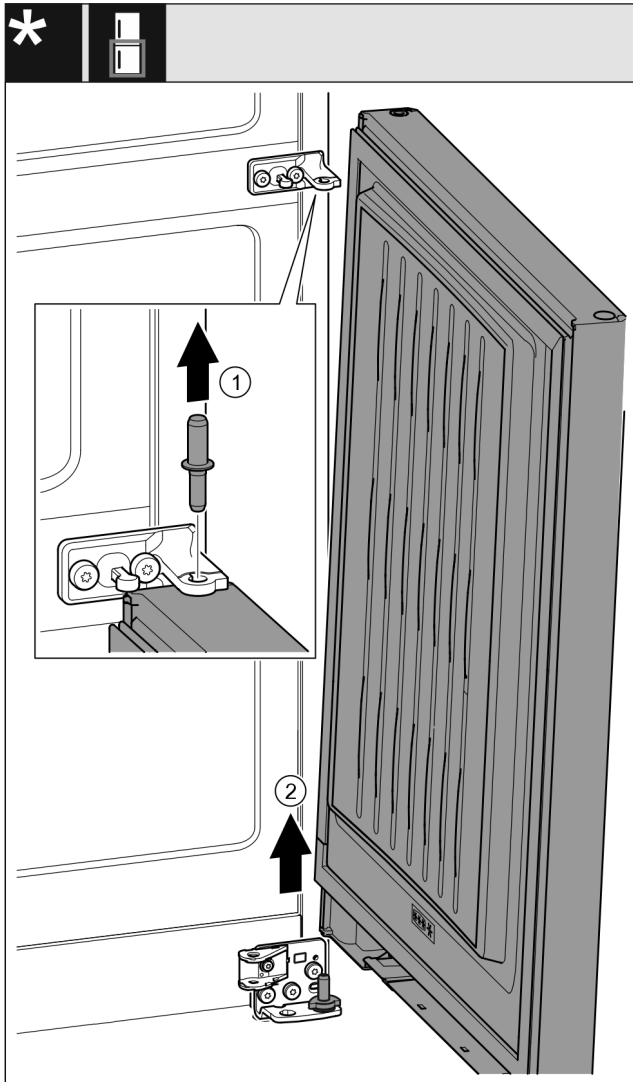

Fig. 26 *
- ▶ Bolzen Fig. 26 (1) nach oben herausziehen.*
- ▶ Tür Fig. 26 (2) herausschwenken, nach oben ziehen und beiseitestellen.*